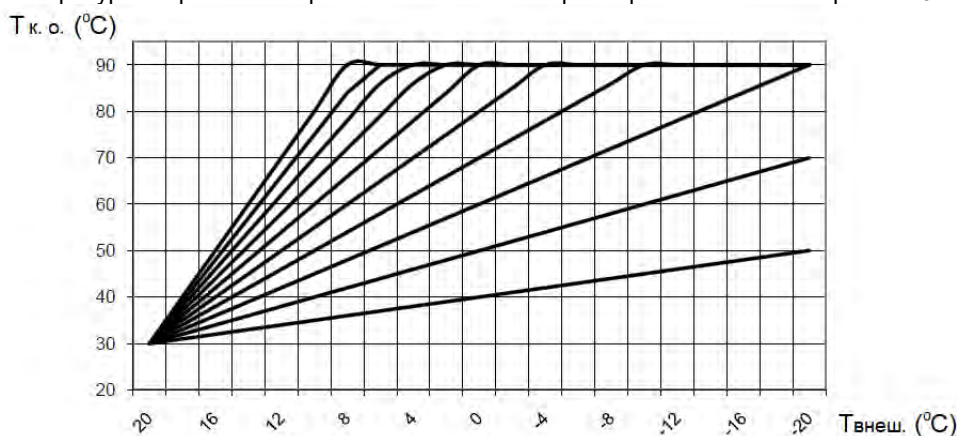

Рис. 3 График зависимости температуры в контуре отопления от внешней температуры при комнатной температуре 20 °С
- с помощью изменения значений параметра **P24** подобрать наиболее оптимальную температуру теплоносителя в контуре отопления (см. рисунок 3, стр. 9).